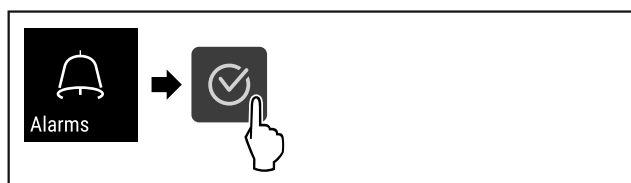

Fig. 106
- ▶ Vykonajte kroky akcie (pozri Fig. 106) .